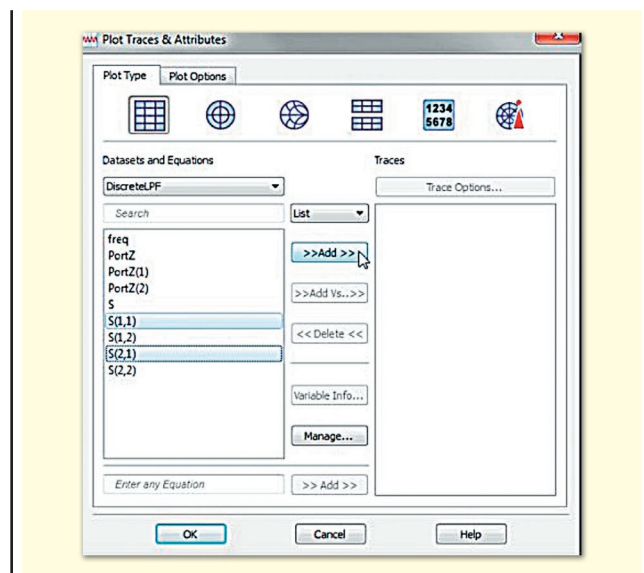

Рис. 15
- Клацніть на сторінці дисплея даних, виберіть  $S(1,1)$  і  $S(2,1)$  у вікні, що випливає, і натисніть кнопку **Add>>** (Додати), при наступному запиті як одиниці вимірювання виберіть dB (дБ) (рис. 15).